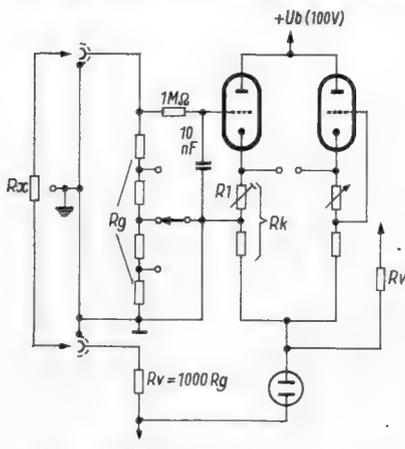

Bild 1. Prinzip des Universal-Ohmmeters;
**Prinzipschaltung:** Aus Bild 1 ergibt sich die Schaltungsart. Es handelt sich hier um eine Anodenbasisschaltung (Katodenverstärker), bei der die Gittervorspannung im eigenen